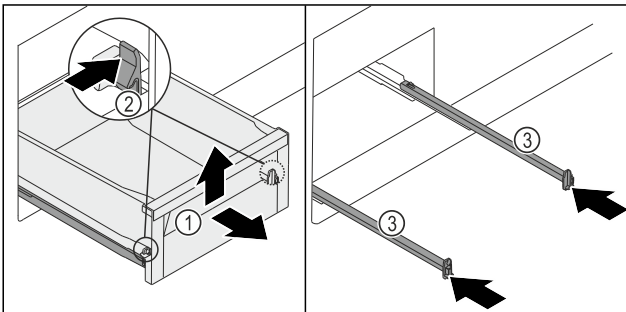

Fig. 135
- Çekmeceyi Fig. 135 (1) sonuna kadar dışarı çekin.
- Sağ ve soldaki bağlantıyı Fig. 135 (2) aynı anda içeriye doğru bastırın.
- Çekmece Fig. 135 (1) kızıklardan ayrılır.
- Çekmeceyi Fig. 135 (1) önden yukarı kaldırın.
- Çekmeceyi Fig. 135 (1) öne doğru çıkartın.
- Kızıkları Fig. 135 (3) içeri itin.